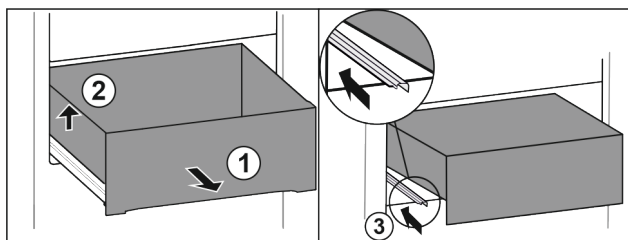

Fig. 22
- ▶ 将抽屉拉出至止挡。 Fig. 22 (1)
- ▶ 抬起抽屉左侧。 Fig. 22 (2)
- ▶ 推入左侧轨道。 Fig. 22 (3)